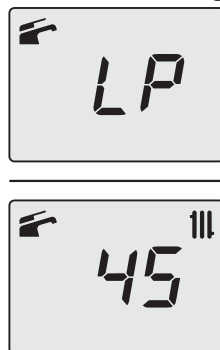

Figura 9.23
- Scorrere i vari parametri utilizzando i tasti 12 (indietro) o 14 (avanti) fino a far apparire sul display LCD le lettere **LP** che si alternano con il valore di temperatura dell'acqua di riscaldamento (es.45), indicanti l'entrata nell'attivazione della "funzione spazzacamino" alla potenza minima in sanitario (Figura 9.23).